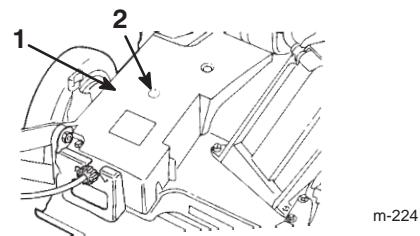

Bild 27
2. Führen Sie die Fettpresse durch die Öffnung in der Riemenabdeckung an den Schmiernippel (Bild 27).